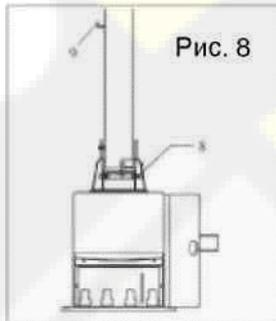

Рис. 8
Затяните болт и шайбу (10) для крепления пластикового чехла, как показано на рис. 8.